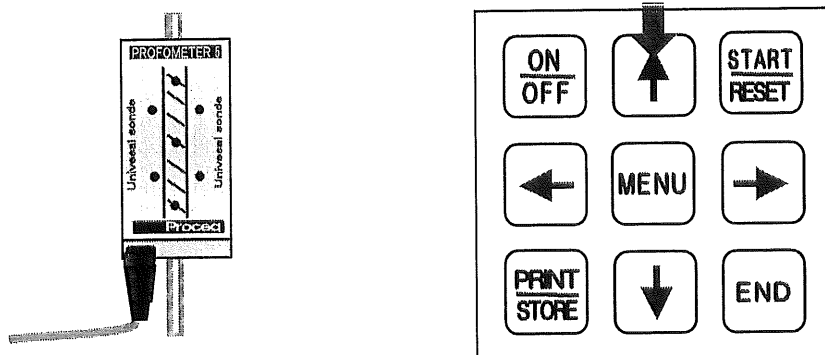

図31
- マーキングした真上(鉄筋の位置)にプローブを置き、↑キーを押してください。(図31参照)